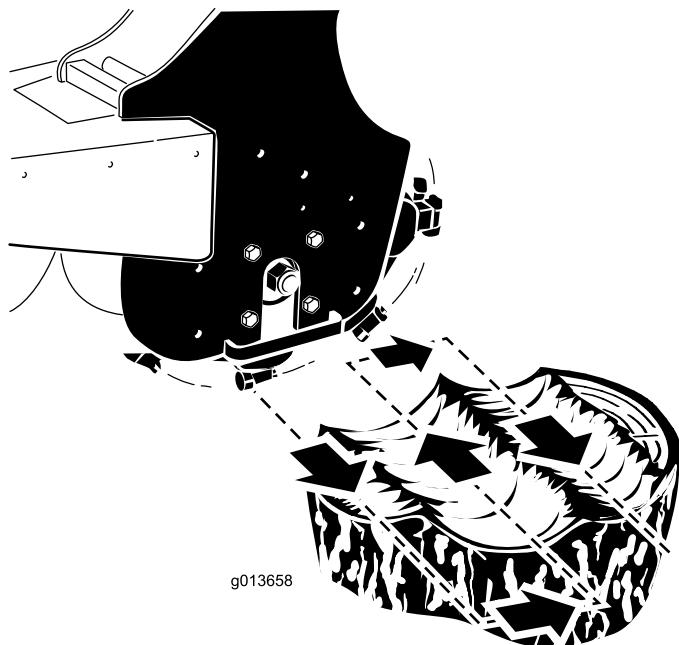

図 13
4. 切り株の手前左側にグラインダを位置させる  図 13。
5. アタッチメントチルトレバーでグラインダを手前に降ろし、0.5-5 cm 程度切り株の硬さによるの深さに削る  図 13。
6. グラインダを元に戻し 図 13、0.5-5 cm 程度下げ、ステップ4-6を繰り返して下へ削り込んでいく。
8. グラインダを右に移動させる 図 13。